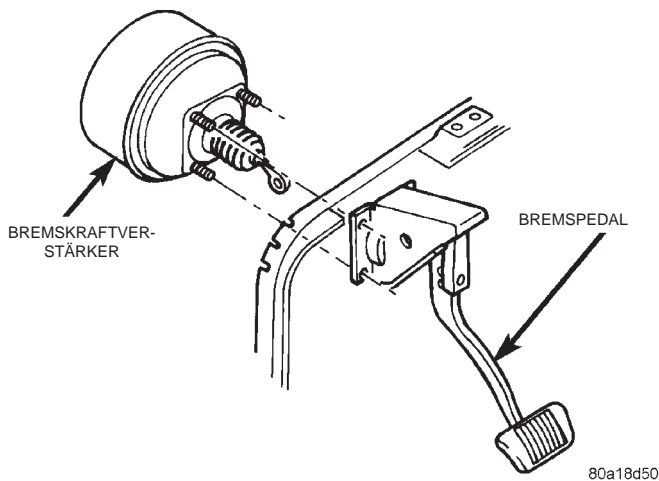

Abb. 23 Befestigungsmuttern des Bremskraftverstärkers
- (4) Die vier Muttern zur Befestigung des Bremskraftverstärkers am vorderen Windlaufblech lösen (Abb. 23).
- (5) Im Motorraum die Stehbolzen des Bremskraftverstärkers aus dem Windlaufblech herausziehen und den Bremskraftverstärker aus dem Motorraum herausnehmen.
- (6) Die Spritzwanddichtung vom Bremskraftverstärker abnehmen.